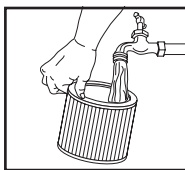

FIGURE 15
21. Ou rincez (depuis l'intérieur du filtre) avec de l'eau. **FIGURE 15.** Laissez sécher complètement (environ 24 heures).